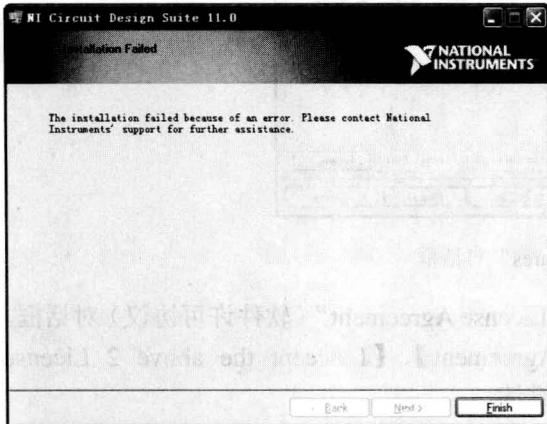

图 1-1-10 “Installation Complete” 对话框
(8) 安装完成后, 弹出如图 1-1-10 所示的“Installation Complete”(安装完成)界面。